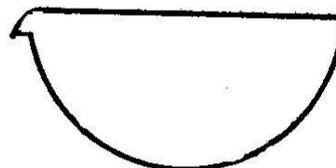

Рис. 3. Чашка фарфоровая
**Чашки** (рис. 3) используют при выпаривании, кристаллизации, возгонке, сушке, измельчении и других операциях.